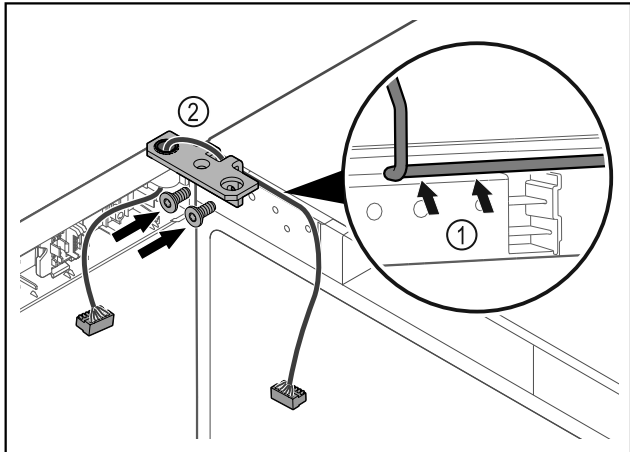

Fig. 48
- ▶ Før kabelen forsiktig gjennom åpningen i hengselvinkelen, og legg den omhyggelig på plass Fig. 48 (1).
- ▶ Skru på hengselvinkelen Fig. 48 (2).